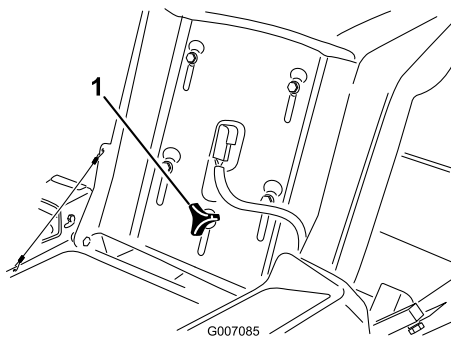

Figura 19
1. Levante el asiento y afloje el pomo de ajuste lo suficiente para poder desplazar el asiento (Figura 19).